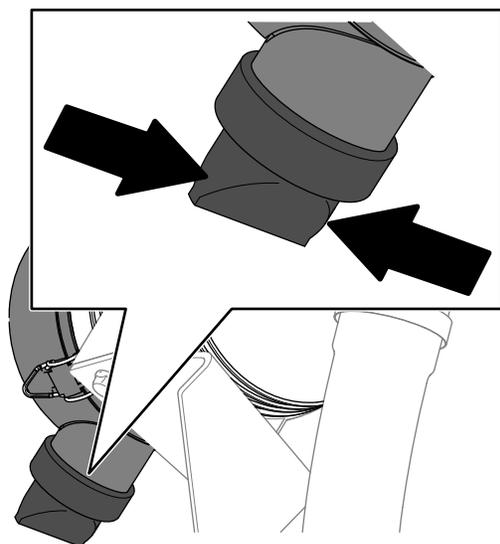

Figura 78
5. Aperte a válvula de ejeção de poeira (Figura 78).